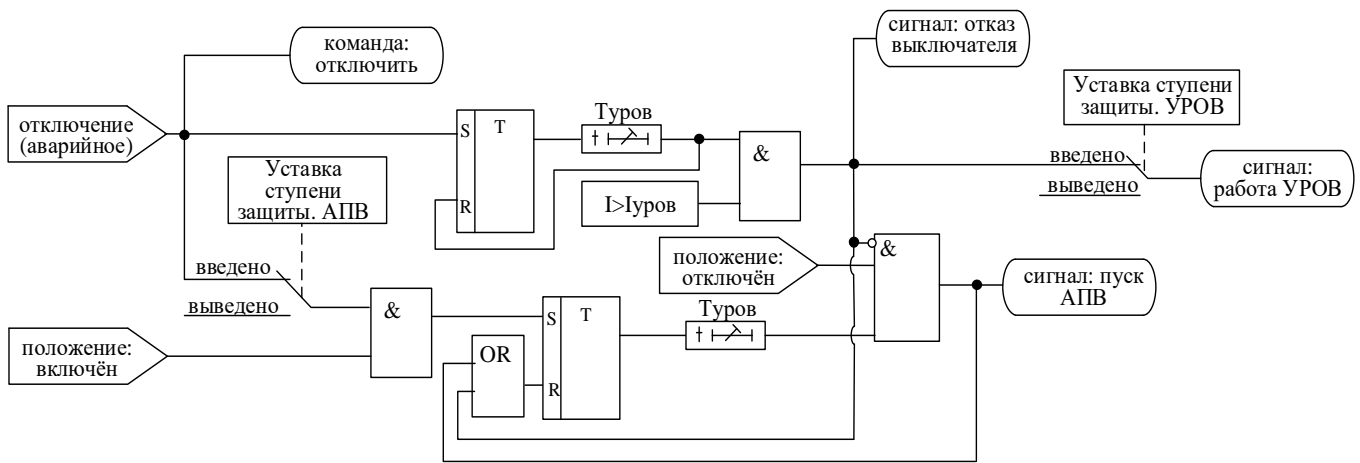

Рисунок 5.5 – Логика работы МР741 при аварийном отключении.
1. Выдаётся команда «отключить» (рисунок 5.5).